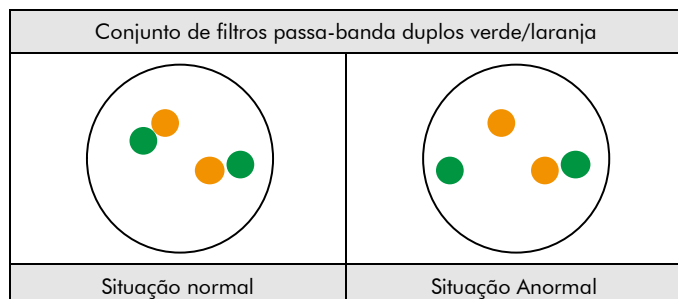

Fig. 2: Resultados esperados em núcleos normais e anormais.
**Situação normal:** Nas interfases de células normais ou de células sem uma translocação que envolva a região do gene IRF4,DUSP22, aparecem dois sinais de fusão verde/laranja (ver Fig. 2).
**Situação anormais:** Uma região do gene IRF4,DUSP22 afectada por uma translocação é indicada por um sinal verde separado e um sinal laranja separado (ver Fig. 2).